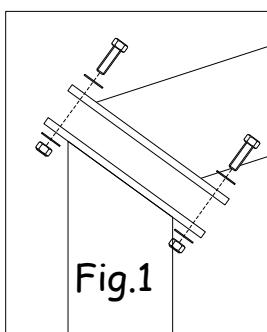

Fig.1
- Fixer la partie haute à l'aide des 6 vis HM12x40, des rondelles et des écrous frein M12 fig1.
- Fix the top part using the HM12x40 screws, washers and M12 safety nuts fig1.